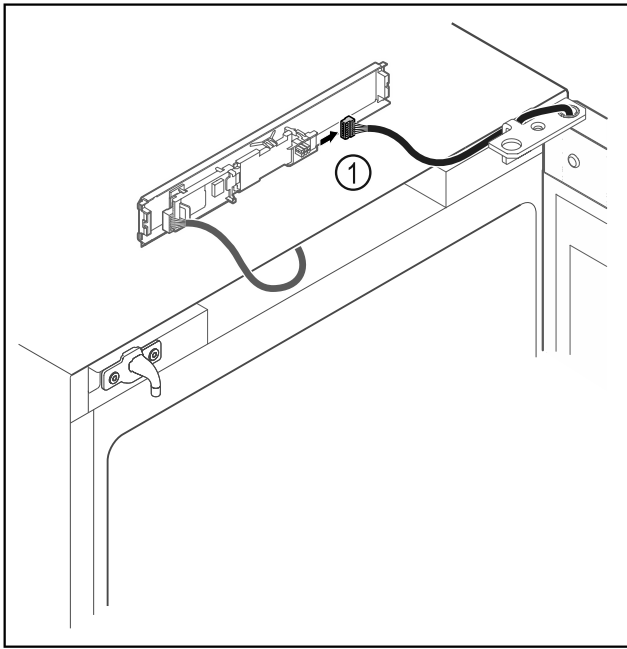

Fig. 15
- ▶ Stekker Fig. 15 (1) van printplaat loskoppelen.